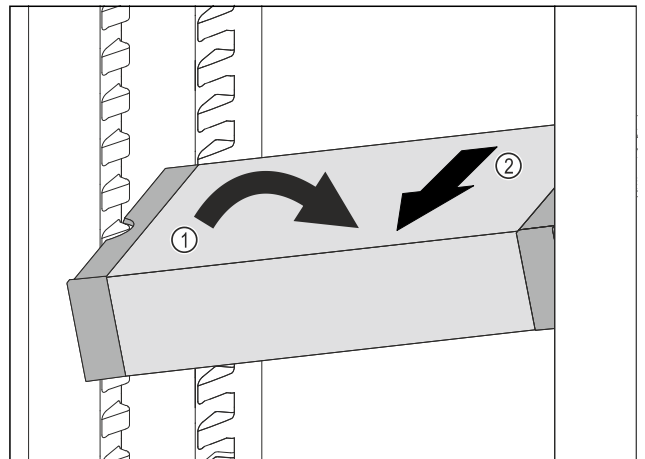

Fig. 122
- ▶ VarioSafe in het koelgedeelte schuin zetten. Fig. 122 (1)
- ▶ VarioSafe naar voren toe verwijderen. Fig. 122 (2)